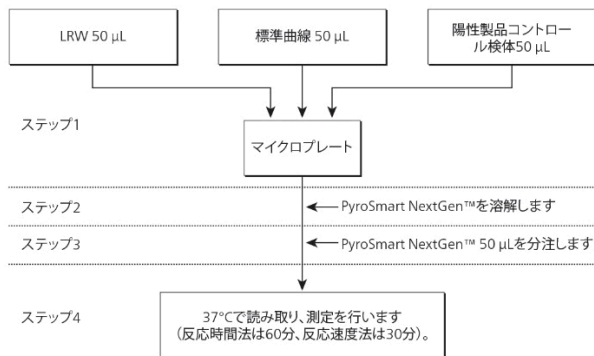

図 2: マイクロプレートの準備
4. マイクロプレートを図 2 のとおりに準備します。マイクロプレートの準備については、以下に詳述してあります。